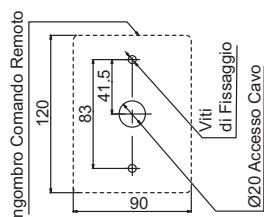

Fig. 1
2. Praticare 3 fori alla parete di sostegno, posizionando l'accesso dei cavi come mostrato in Fig. 1.